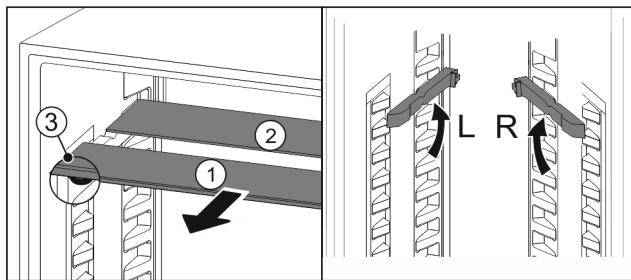

Fig. 131
- Skleněné desky jednotlivě vytáhněte dopředu Fig. 131 (1).
- ▷ Skleněná deska Fig. 131 (1) s ozdobnou lištou leží vpředu.
- ▷ Zářázky Fig. 131 (3) směřují dolů.